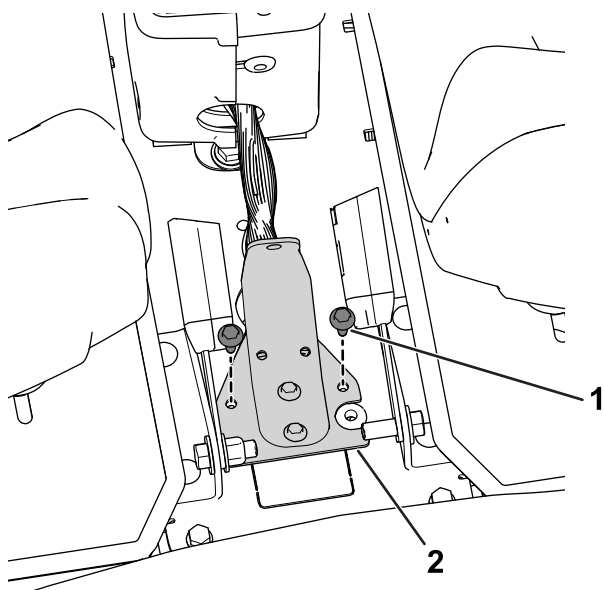

Figure 31
3. Avec les boulons retirés précédemment, fixez la base du faisceau sur la console (Figure 31).